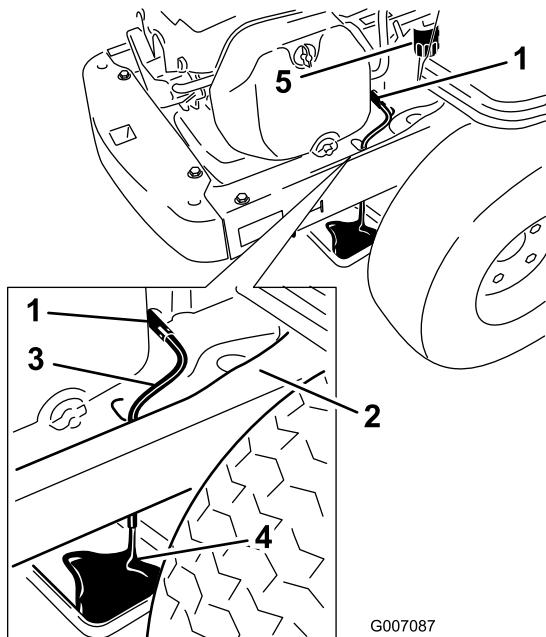

Figura 38
- Collocate un vassoio raccoglitore sotto la macchina in coincidenza con il tubo di spurgo (Figura 38).
8. Girate la valvola di spugno di 1/4 di giro in senso antiorario per aprirla e lasciate defluire l'olio (Figura 38).
11. Rimovete il vecchio filtro e pulite lo spessore di montaggio (Figura 38).
13. Rimovete il tubo di spugno dell'olio e tergete l'olio superfluo presente sul telaio (Figura 38).